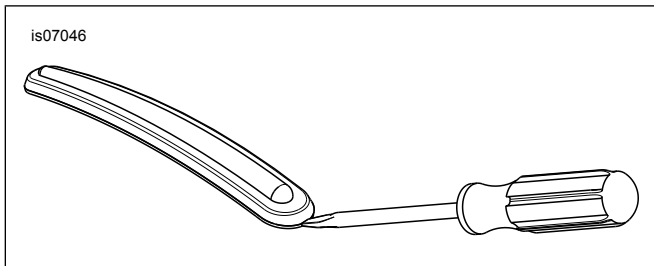

Abbildung 1. Schutzblechzierleisten entfernen
- b. Siehe Abbildung 1. Die Schraubendreher Spitze zwischen Chromeinfassung und Gummizierleiste einsetzen.